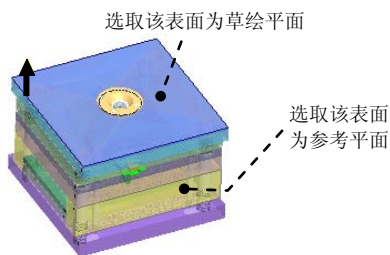

图 31.54 定义草绘平面
Step2. 定义草绘截面放置属性。选取图 31.54 所示的表面为草绘平面，然后选取图 31.54 所示的表面为参考平面，方向为 **右**。单击 **草绘** 按钮，进入草绘环境。